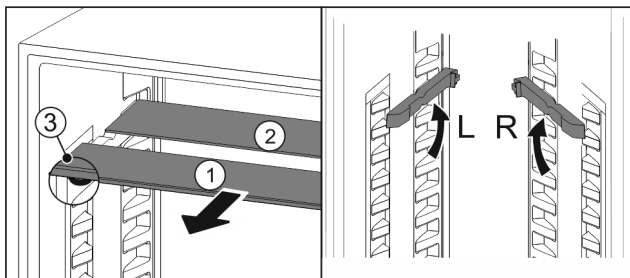

Fig. 174
- ▶ 将玻璃隔板逐个向前拉出 Fig. 174 (1)。
- ▶ 带装饰条的玻璃隔板 Fig. 174 (1)在前。
- ▶ 阻挡装置 Fig. 174 (3)指向下方。